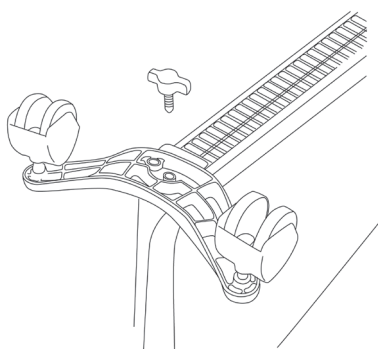

Figura 8
- Coloque el soporte con ruedas en el lugar de unión. (Figura 8)